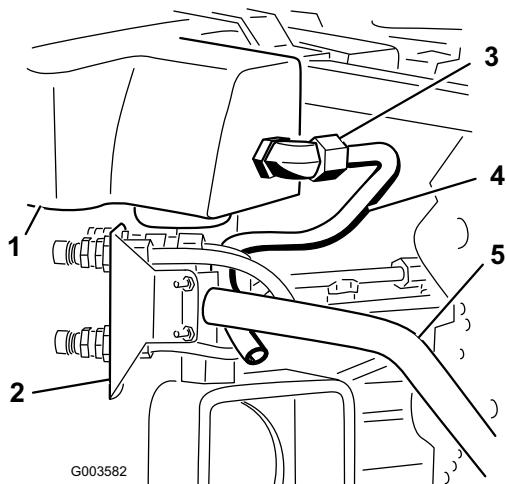
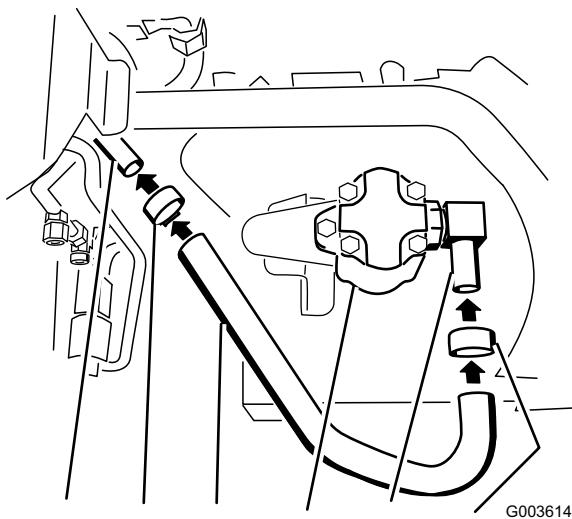
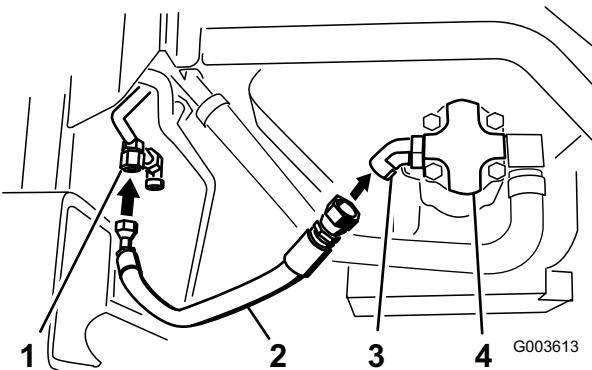
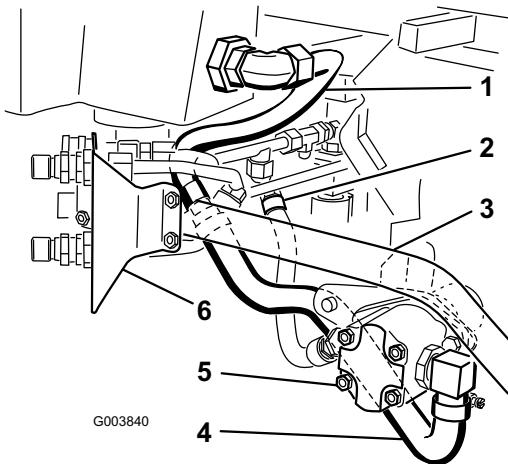

Figura 25
Figura 26
Figura 29
Figura 30
4. Coloque el tubo hidráulico N° 3 en la máquina según se muestra en Figura 25.
5. Conecte el tubo hidráulico N° 3 al codo grande de 90 grados conectado al filtro de malla y el depósito de aceite hidráulico (Figura 25 y Figura 30).
2. Conecte el manguito hidráulico grande al codo de 90 grados conectado al lateral de la bomba hidráulica (Figura 26 y Figura 30).
3. Apriete una abrazadera alrededor del manguito y el codo (Figura 26).
4. Conecte el manguito hidráulico grande al tubo hidráulico N° 3 (Figura 26).
5. Apriete la abrazadera alrededor del manguito y del tubo hidráulico N° 3 (Figura 26).
7. Instale el manguito hidráulico con los acoplamientos en el codo de 45 grados que está conectado a la bomba hidráulica (Figura 29 y Figura 30). Estará debajo del cilindro hidráulico.
8. Consulte en Figura 30 la ubicación correcta de los manguitos y tubos hidráulicos que van a la bomba hidráulica.